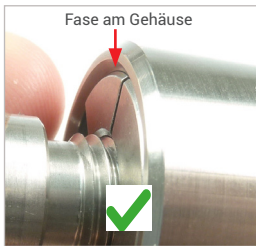

Abbildung 14
- ▶ Entlüften Sie den Steuerdruck wieder. Der Adapter zieht sich selbstständig an den Prüfling an und stellt eine druckdichte Verbindung her. Die Planfläche der Spannzangen ist auf der gleichen Höhe wie die Fase des Gehäuses (*Abbildung 14*).